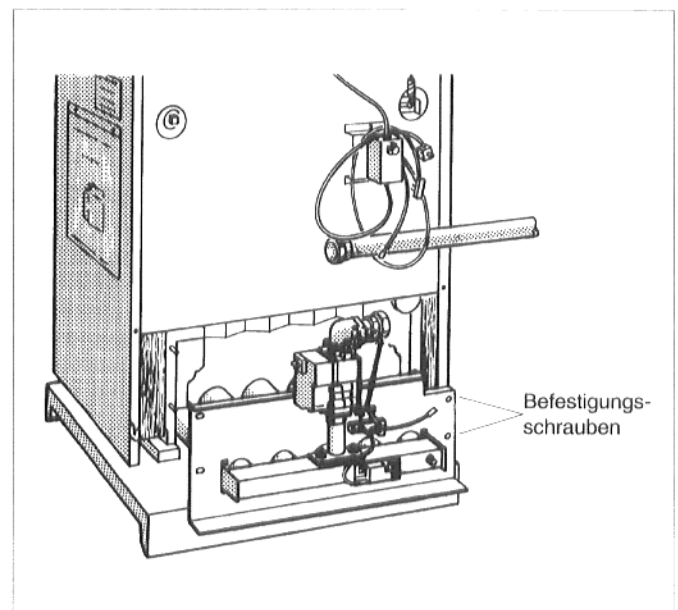

Abb. 19: Ausbau des Gasbrenners
- ✦ Befestigungsschrauben am Brennerschild lösen und Gasbrenner herausnehmen (Abb. 19).